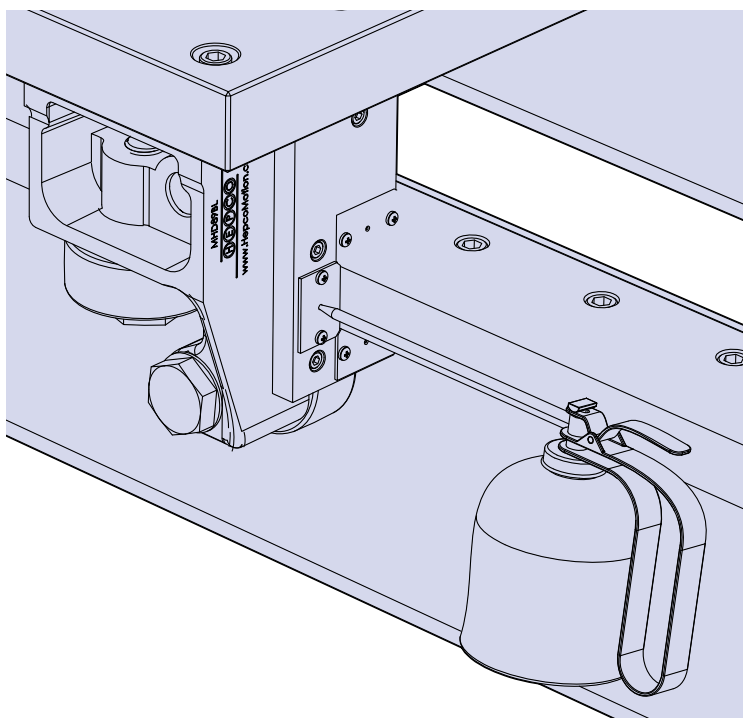

Figura 9
28. Aplique lubricante adicional a la cavidad de cada lubricador, a través del punto de lubricación [Pieza 17] de cada placa rascadora, tal y como muestra la Figura 9. Use un aceite adecuado para guías de deslizamiento, una viscosidad de 68cS es apropiada.